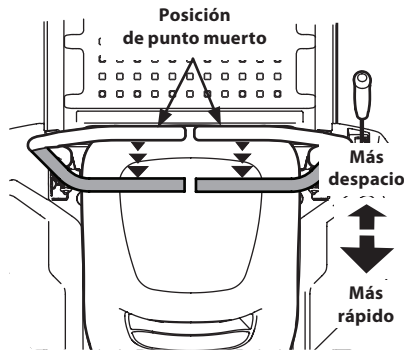

Figura 30
1. Mueva las dos palancas de control de la transmisión de forma lenta y pareja hacia atrás. El tractor comenzará a moverse hacia atrás. Consulte la Figura 30.